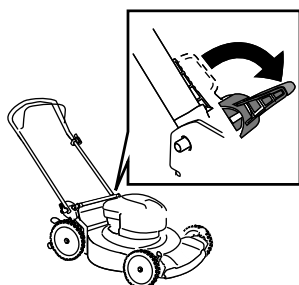

Figura 19
3. Desengate os bloqueios da pega (Figura 19).